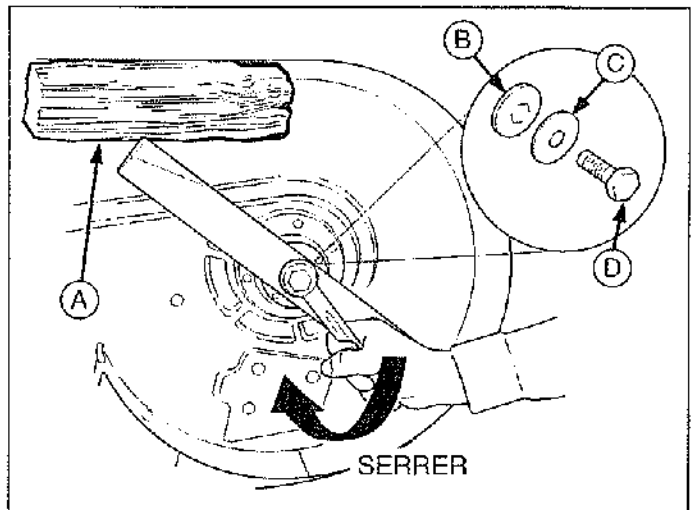

Figure 34. Installation de la lame - Modèles de 97 cm et 112 cm
3. **Modèles de 97 cm et 112 cm :** Retirer le boulon de fixation (A, figure 34), la rondelle élastique (C), la rondelle hexagonale (B) et la lame.
**Modèles de 102 cm :** Retirer le boulon de fixation (A, figure 34), la rondelle élastique (F), la rondelle cannelée (G), la goupille de positionnement (E) et la lame (D). Ne pas retirer le raccord de lame (C).
6. Remonter la lame (figures 34 et 36) avec les languettes dirigées vers la tondeuse comme l'indiquent les figures. Remonter la goupille de positionnement (E).
7. **Modèles de 97 cm et 112 cm :** Remonter la rondelle hexagonale (B, figure 34), la rondelle élastique (C) et le boulon de fixation (D). Bloquer la lame avec une cale en bois (A) pour l'empêcher de tourner et serrer le boulon de fixation (D) à 61-75 Nm.
Plusieurs procédures d'entretien figurant dans ce manuel sont identifiées par et varient selon, le type de transmission. Pour déterminer quelle transmission se trouve dans un tracteur, vérifier l'étiquette d'identification attachée à l'essieu de transmission (figure 34), ou vérifier le livret des pièces du tracteur.